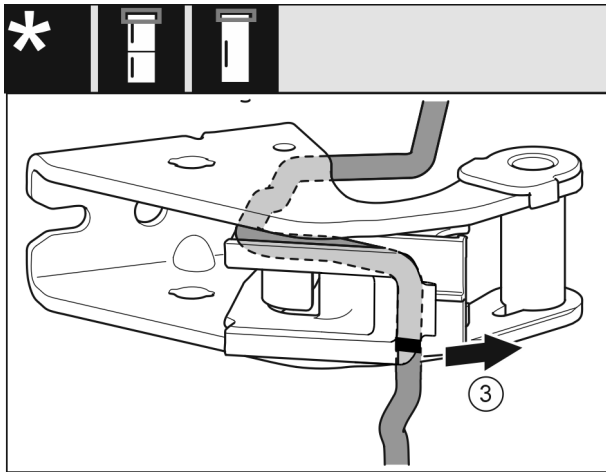

Fig. 15
- Demonter ledningen med ledningsholderen fra lagerbrakketten. Fig. 15 (3)